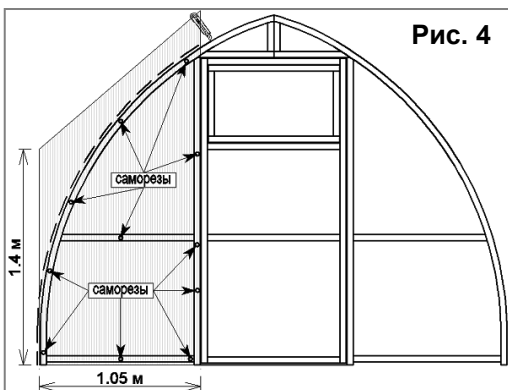

Рис. 4
5.2.4. Положите поликарбонат в виде трапеции на левую часть торца, как показано на рис. 4, выровняйте со всех сторон и закрепите саморезами, согласно просверленным отверстиям. Обрежьте поликарбонат ровно по дуге.